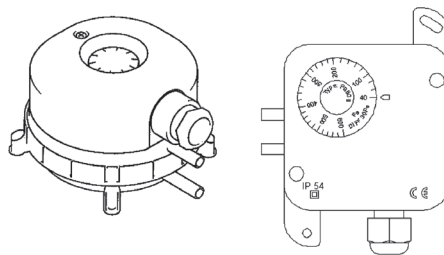

Рис. 7
- Реле давления, используемые для индикации загрязненности фильтров, показаны на Рис. 7